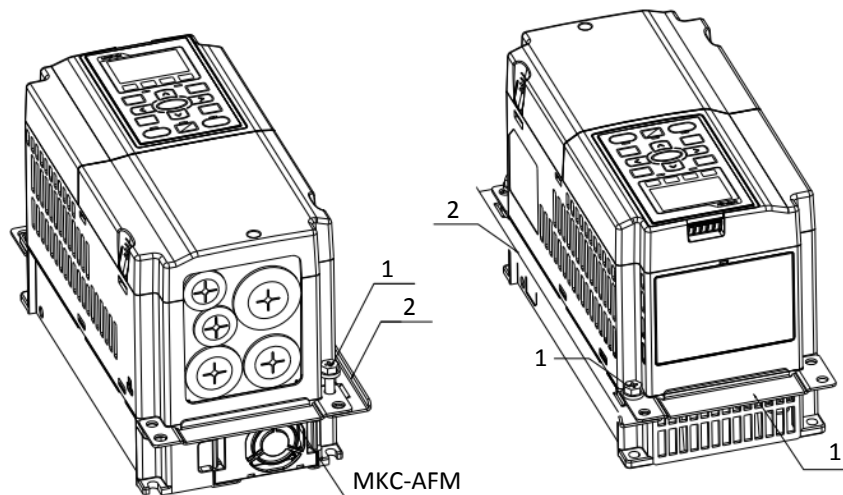

Рис. 1
1. Установите детали 1 и 2 при помощи 2 винтов 1 (M6). Момент: 25-30 кг-см / [21.7-26 ф-дм] / [2.5-2.9 Нм] (рис. 1)